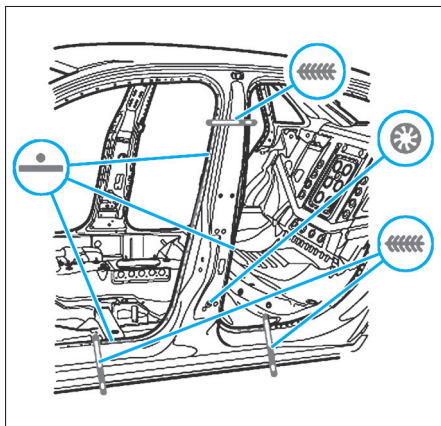

FIG. 17
- Souder le montant B, soudure par points en ligne droite (Fig.17).